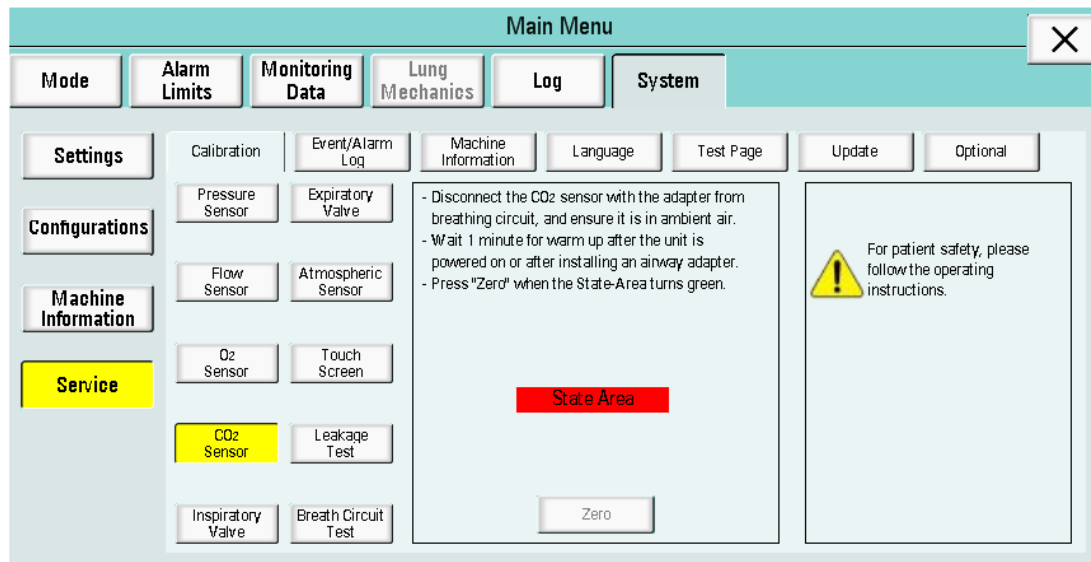

Figura 6-63
(4) Calibração do sensor de CO₂: Clique em "Sensor de calibração de CO₂" para entrar na interface, como mostra a Figura 6-63. Uma mensagem é exibida: "Desconecte o sensor de CO₂ com o adaptador do circuito respiratório e verifique se ele está no ar ambiente. Aguarde 1 minuto até o aquecimento depois que a unidade for ligada ou após a instalação de um adaptador de vias aéreas. Pressione "Zero" quando a área de estado ficar verde. Siga a mensagem de aviso para calibrar.